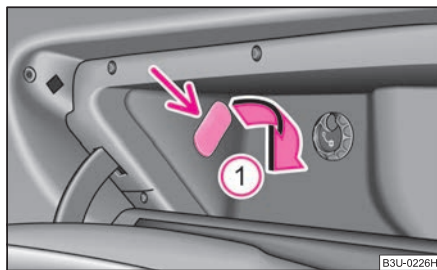

Abb. 209 Ablagefach: Beleuchtung
- Setzen Sie einen kleinen Schraubendreher in den Schlitz neben der Leuchte ein ⇒ Abb. 209 und hebeln Sie die Leuchte in Pfeilrichtung (1) vorsichtig heraus.